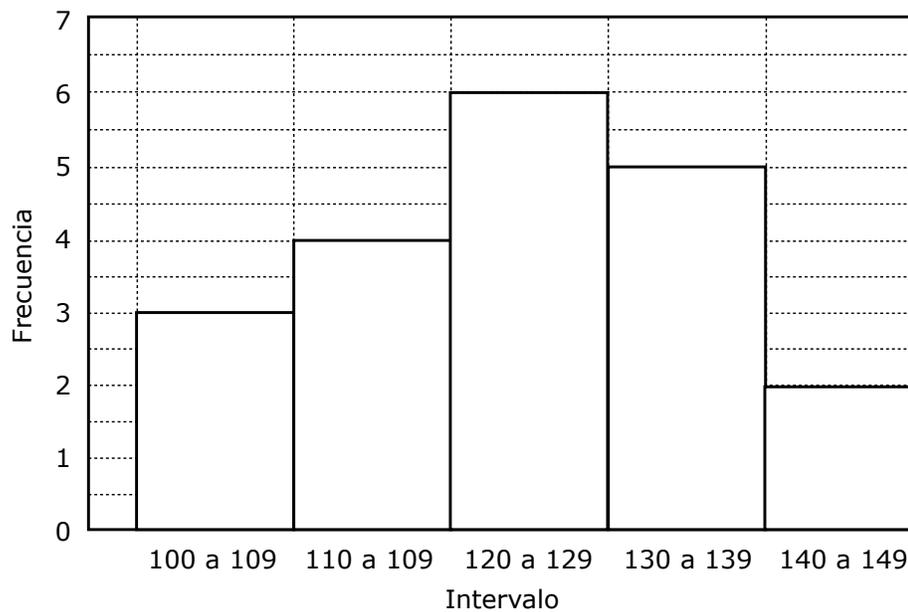

Figura 4.5 Histograma.
6. A continuación, se dibuja una columna en cada clase; su altura es la cantidad de observaciones dentro del intervalo (figura 4.5).